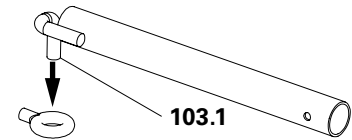
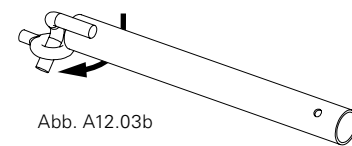

Abb. A12.03a
Abb. A12.03b
2. Einhängehaken (**103.1**) des Gerüsthalters nach unten drehen und von oben bis zum Anschlag in die Ringschraube stecken. (Abb. A12.03a) Gerüsthalter im Uhrzeigersinn drehen, so dass der Einhängehaken waagrecht unterhalb der Ringschraube liegt. (Abb. A12.03b + Abb. A12.03c)